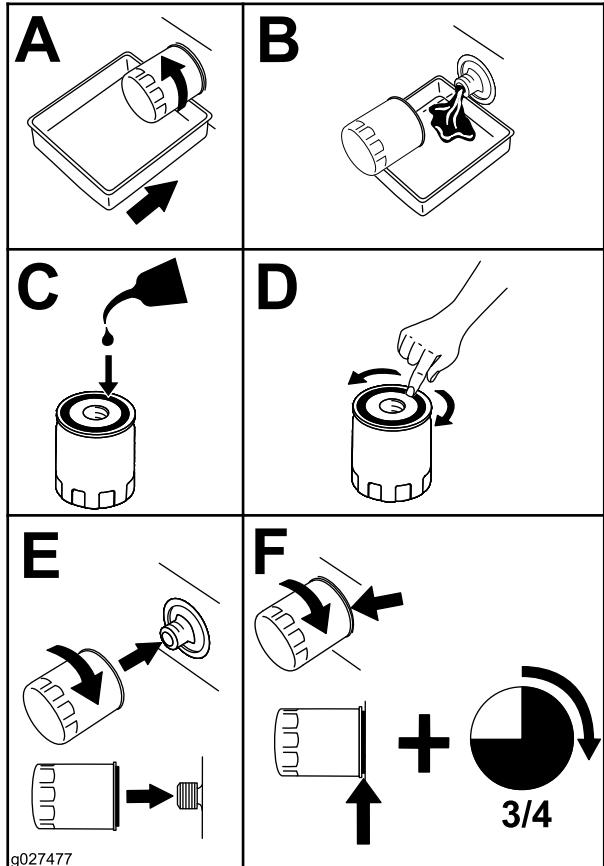

Figure 58
2. Remplacez le filtre à huile moteur (Figure 58).